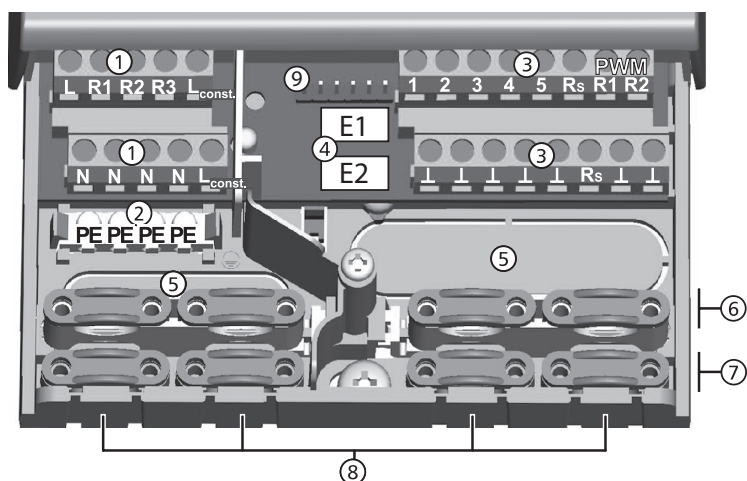

Fig. 3 : Bornes de raccordement dans la partie inférieure du régulateur (cache-bornes retiré)
1. Dégager les orifices de raccordement ⑤ (fig. 3) à l'aide d'un outil adapté.
1. Découper et dégager les orifices de raccordement *nécessaires* ⑥ (fig. 3) à gauche et à droite à l'aide d'un couteau adapté.